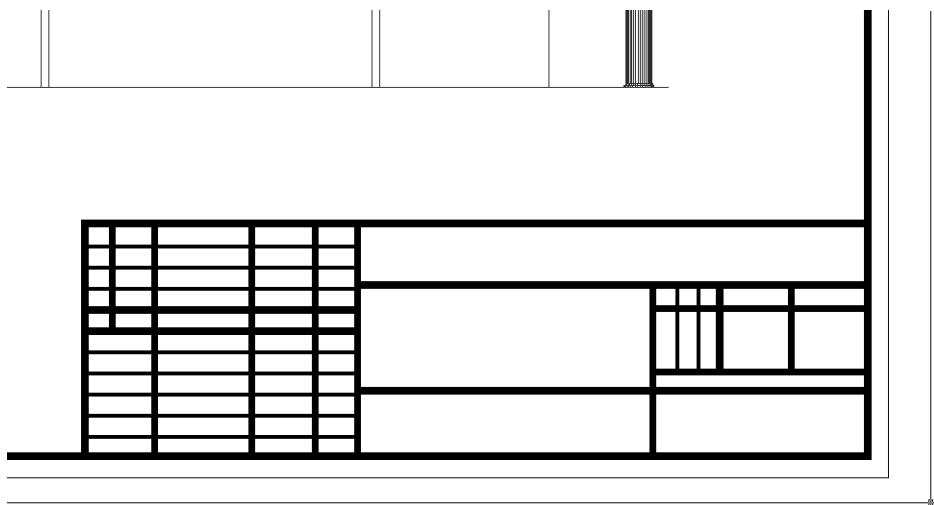

Рис. 10.26 ▼ Основная надпись после добавления двух коротких горизонтальных и четырех коротких вертикальных линий
18. Сместите влево вертикальную линию, полученную в п. 17, каждый раз выбирая в качестве исходной предыдущую смещенную линию. Расстояние смещения должно быть равным 170, 50 и 50 мм. Щелкните на двух коротких вертикальных линиях, созданными последними, и установите для них с помощью палитры **Свойства** (Properties) ширину 7.5 мм, после чего закройте палитру **Свойства** (Properties) и отмените выделение. Основная надпись должна выглядеть так, как показано на рис. 10.26.